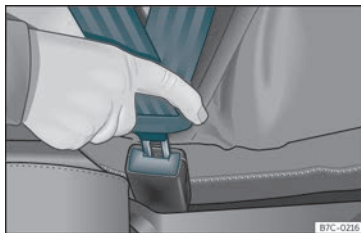

Fig. 9 Inserir a lingueta do cinto de seguridade na súa pechadura.
- Encaste a lingueta na pechadura do asento correspondente»» fig. 9.